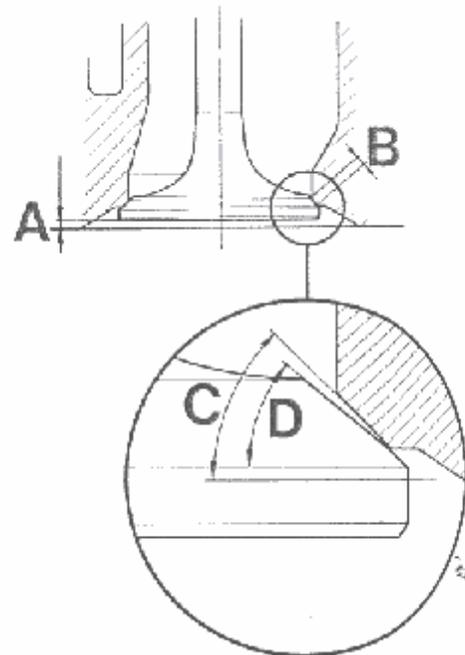

Abb. 12 Daten für das Einschleifen der Ventile und Ventilsitzringe
2. Die Ventilsitzringe mit einer Reibahle oder einer Schleifscheibe bearbeiten. Es ist nur so viel abzuschleifen, daß der Sitzring die richtige Form und eine gute Anliegendefläche erhält. Der Sitzwinkel soll  $45^\circ$  und die Breite ("B", Abb. 12) 1,5 mm. Die Breite wird mit einer  $30^\circ$ igen bzw.  $60^\circ$ igen Reibahle oder Schleifscheibe zurechtgeschliffen.
3. Ventile reinigen und in der Maschine schleifen. Ventilsitzwinkel:  $44,5^\circ$ . Die Dichtfläche ist nur so viel abzuschleifen, daß sie "rein" wird. Wenn eine dünnere Kante als 1 mm von dem Ventilteller übrigbleibt, ist das Ventil wegzuwerfen. Auch Ventile mit verbogenen Schäften oder solche Ventile, bei denen das Maß "A", Abb. 12, 2,5 mm übersteigt, sind wegzuwerfen. Wird dieses Maß sogar bei Einbau eines neuen Ventils überschritten, muß der Zylinderkopf ausgewechselt werden.